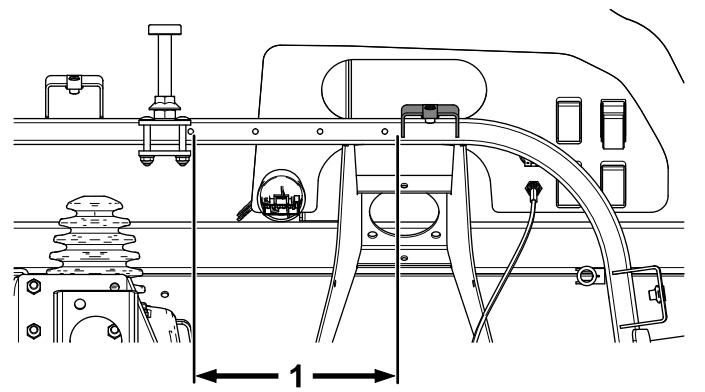

Bild 35
1. Messen Sie 20,7 cm von der unteren Kante der Abdeckungshalterung nach links und markieren Sie die Stelle (**Bild 35**).